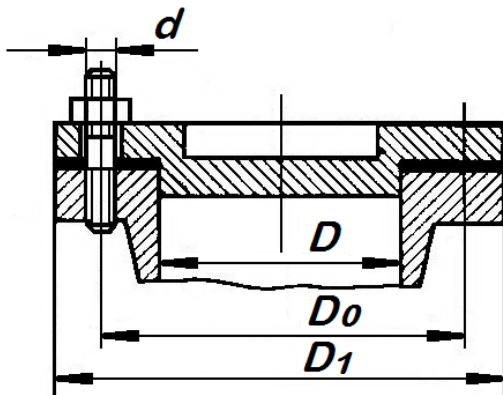

Рис.1
1. Рассчитать шпильки, которыми крышка прикреплена к паровому цилиндру (рис.1). Давление пара в цилиндре часто меняющееся от 0 до максимального значения  $p$ . Максимальное рабочее давление пара  $p$ , внутренний диаметр цилиндра  $D$  и наружный диаметр крышки и фланца цилиндра  $D_1$  приведены в табл. 1. Недостающими данными задаться.